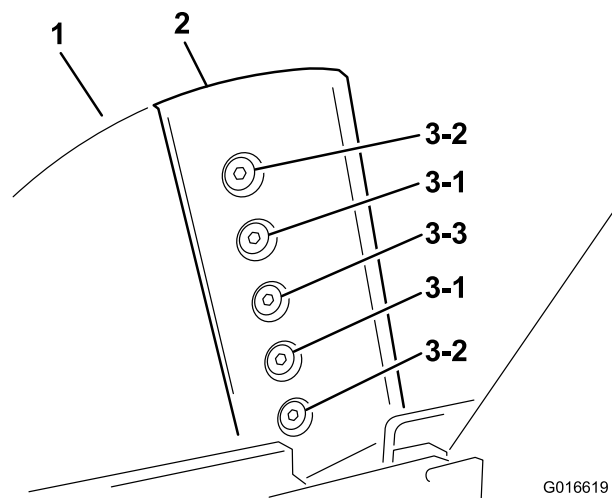

Figure 29
5. Commencez par serrer les boulons et écrous centraux, puis serrez les boulons et écrous extérieurs, et terminez en serrant les boulons et l'écrou intérieurs. Voir l'ordre de serrage (Figure 29).
2. Tournez le volant hacheur à l'aide d'un bâton jusqu'à ce qu'il soit possible d'accéder aux boulons et contre-écrous qui fixent les lames au volant (Figure 29).